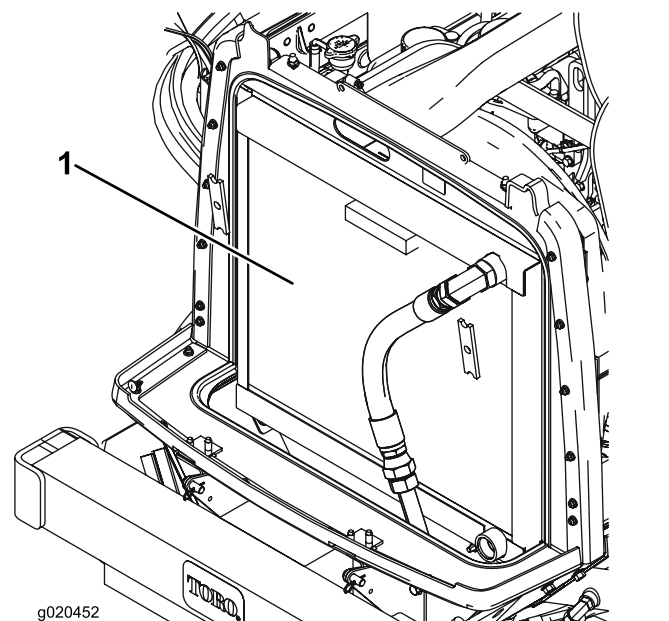

Bild 92
2. Reinigen Sie beide Seiten des Kühlers bzw. Ölkühlers (Bild 92) gründlich mit Druckluft. Blasen Sie Rückstände von vorne nach hinten heraus. Reinigen Sie dann von hinten und blasen Sie nach vorne. Wiederholen Sie dies mehrmals, bis alle Rückstände entfernt sind.